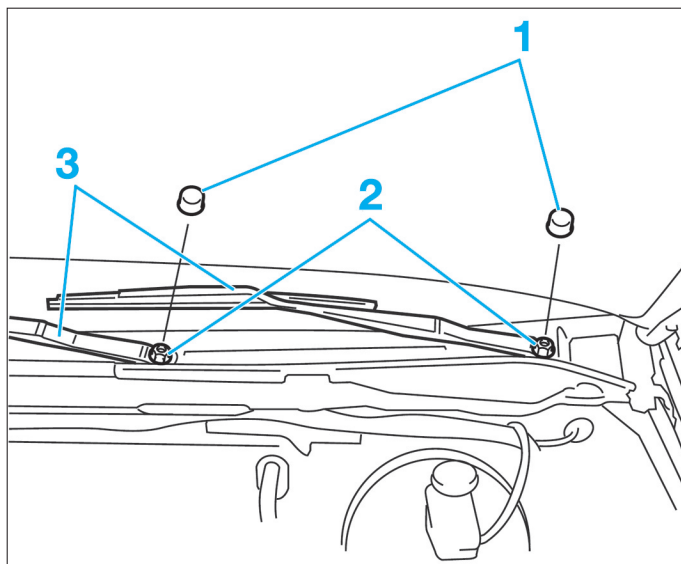

FIG. 13
- Ôter les capuchons (1) des écrous de fixation des bras d'essuie-vitre (Fig. 13).
- Déposer les écrous (2) et déposer les bras d'essuie-vitre (3).